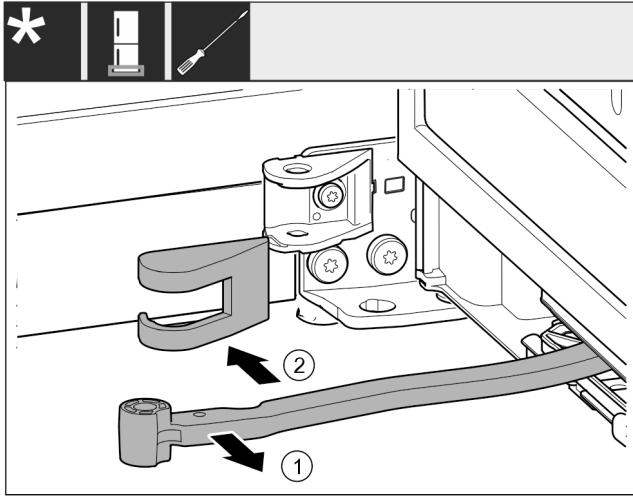

Fig. 15
- Ktheni menteshën Fig. 15 (1) në drejtimin e derës.
- Largoni kapakun mbulues të bazamentit mbështetës Fig. 15 (2).